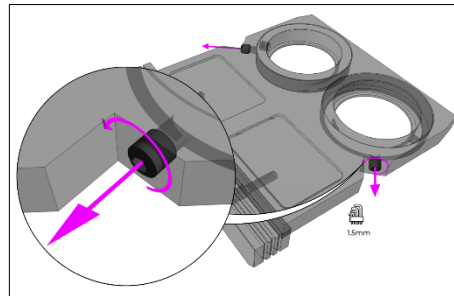

Figura 43
2. Desapertar os dois parafusos de fixação do filtro no suporte do filtro de excitação com uma chave hexagonal de 1,5 mm (Figura 43). Os parafusos de fixação não devem ser retirados.